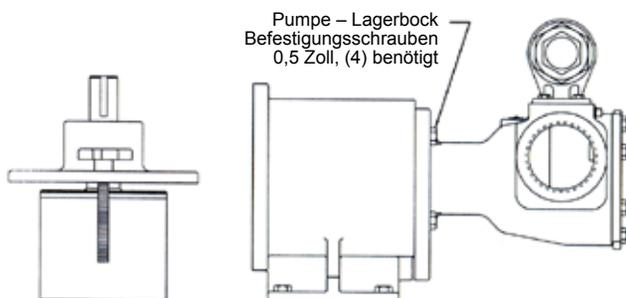

ABBILDUNG 38
3. Unterstützen Sie die Pumpe von oben und befestigen Sie die Kupplungshalterung, um ein Kippen zu verhindern, wenn die Pumpe befestigt wird. Schieben Sie, mit dem Spalttopf als Führung, die Pumpeneinheit durch die kleinere Öffnung zur Kupplungshalterung. Befestigen Sie diese mit den vier 0,5 Zoll Schrauben. Siehe Abbildung 38.